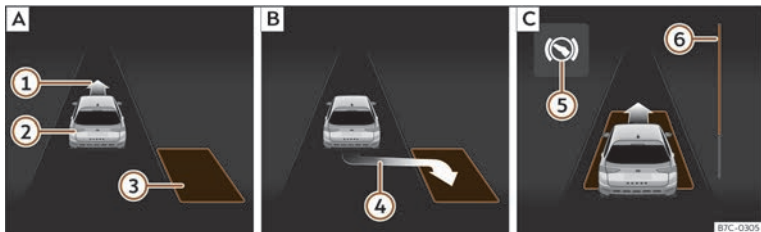
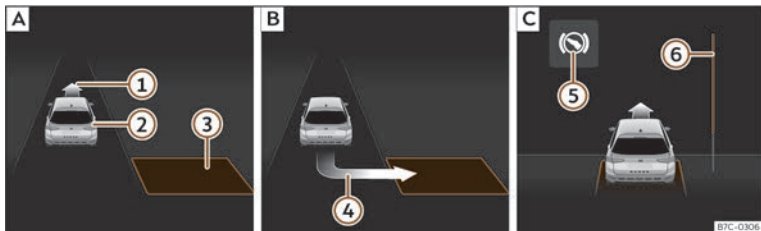

Abb. 134 Am Bildschirm des Kombi-Instruments: längs einparken. **A**: Parklücke suchen. **B**: Position zum Einparken. **C**: Rangieren.
Abb. 135 Am Bildschirm des Kombi-Instruments: quer einparken. **A**: Parklücke suchen. **B**: Position zum Einparken. **C**: Rangieren.
>>> (Abb. 134) **B** oder >>> (Abb. 135) **B** erreicht wurde. Die Parklücke wird als „geeignet“ betrachtet, wenn auf dem Bildschirm des Kombi-Instruments die Anzeige zum Einparken erscheint **④**.
- Fahren Sie rückwärts, bis das Dauertonsignal des ParkPilot ertönt; **ODER:** fahren Sie zurück, bis auf dem Bildschirm des Kombi-Instruments die Anzeige für Vorwärtsfahren >>> (Abb. 134)  oder >>> (Abb. 135)  erscheint; **ODER:** fahren Sie zurück, bis am Bildschirm des Kombi-Instruments die Meldung **Park Assist beendet** erscheint. Die Fortschrittsanzeige  zeigt den zurückzulegenden Abstand an.
- Fahren Sie vorwärts, bis das Dauertonsignal des ParkPilot ertönt; **ODER:** fahren Sie vorwärts, bis am Bildschirm des Kombi-Instruments die Anzeige zur Rückwärtsfahrt erscheint. Der Parklenkassistent lenkt das Fahrzeug so lange beim Vorwärts- und Rückwärtsfahren, bis das Fahrzeug gerade in der Parklücke steht >>> (Abb. 134)  bzw. >>> (Abb. 135) .
Die Fortschrittsanzeigen >>> (Abb. 134)  und >>> (Abb. 135)  am Bildschirm des Kombi-Instruments zeigt symbolisch die noch zu fahrende relative Fahrstrecke an. Je länger die Distanz ist, desto größer ist der Füllstand des Fortschrittsbalkens. Bei Vorwärtsfahrt nimmt die Füllung des Fortschrittsbalkens nach oben ab und bei Rückwärtsfahrt nimmt die Füllung des Fortschrittsbalkens nach unten ab.